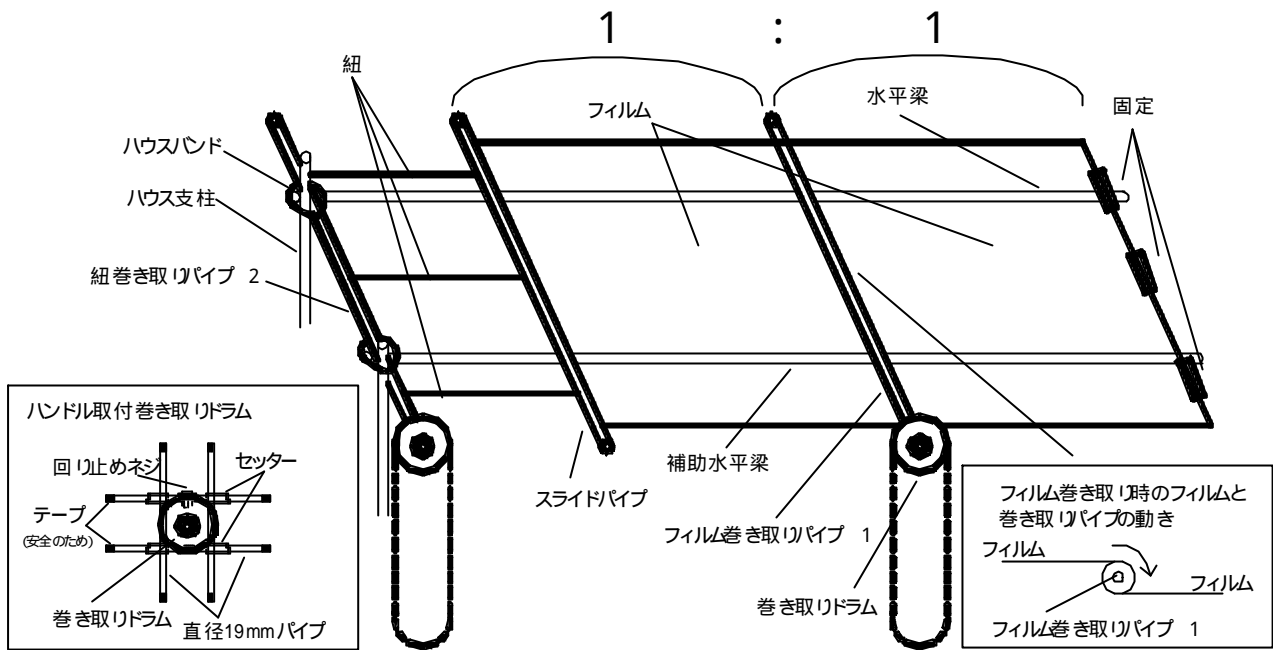

図1 水平梁を利用した保温用フィルムの開閉装置
1. 水平梁を利用した保温用フィルムの開閉装置は、巻き取りパイプ、巻き取りドラム、パッカー、紐等のハウス資材を用いて、自作可能である (図 1)。
2. フィルム開閉の動作は、図 1 に示すように、フィルムの中央にフィルム巻き取りパイプ 1 を取り付け、フィルムを巻き取る際にはこのパイプを回転させることによりフィルムを巻き取る。一方、フィルムを広げる場合にはハウス支柱にハウスバンドで回転可能に取り付けた紐巻き取りパイプ 2 を回転させて、紐を介してスライドパイプを引っ張って広げる (図 1、写真 1 ~ 写真 3)。
2. フィルム巻き取りパイプは正確にフィルムの中央に設置しないと、フィルムが巻き取られた場合巻き残しが生じる。また、フィルム巻き取りドラムにはハウスの長さが長くなるとかなり力がかかるため、ハウスの長さが 5 0 m 以上では巻き取りドラムの回転半径が 1 9 5 mm の大型のものやハンドル取付巻き取りドラム (図 1) を用いた方がよい。